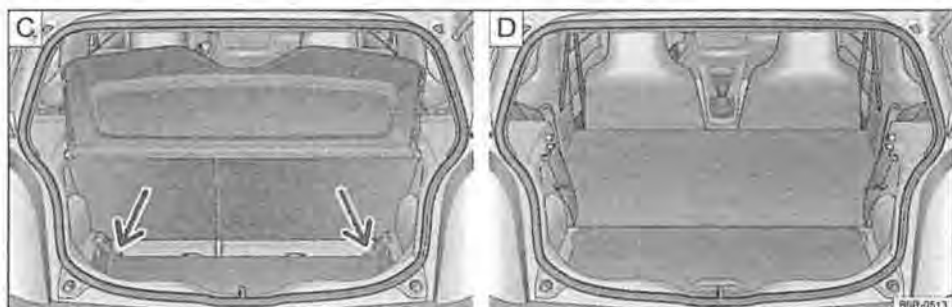

Fig. 97 Ampliamento del bagagliaio verso il basso **C** - Bagagliaio ampliato in avanti **D**
- Sollevare il fondo del bagagliaio e farlo passare sotto la guida → fig. 97 **C** (freccie).
- Eventualmente abbassare il fondo del bagagliaio → fig. 97 **C**.
Bagagliaio ampliato in avanti → fig. 97 **D**.